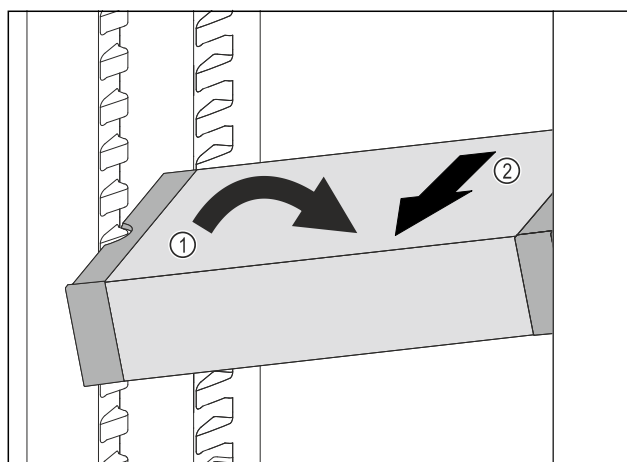

Fig. 109
- ▶ VarioSafe postavte v chladničce šikmo. Fig. 109 (1)
- ▶ VarioSafe odeberte směrem dopředu. Fig. 109 (2)